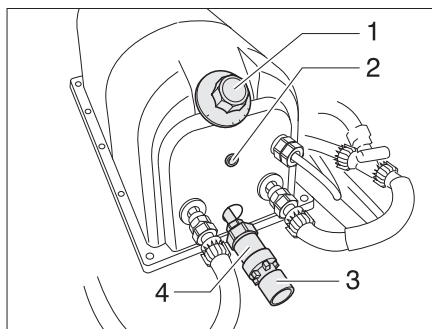

Fig. 129 Chauffe-eau Reich
Le chauffe-eau fonctionne avec 230 V. Le chauffe-eau chauffe environ 5 litres d'eau. Le régulateur (Fig. 129,1) du chauffe-eau permet de régler la température de l'eau. L'eau ne peut pas être chauffée à plus de 80 °C.
- Régler la température désirée sur le régulateur de température (Fig. 129,1). Le voyant de contrôle (Fig. 129,2) s'allume pendant la mise en température.
- Faire tourner le régulateur de température (Fig. 129,1) jusqu'au repère "I" dans le sens inverse des aiguilles d'une montre.
- Régler la température désirée sur le régulateur de température (Fig. 129,1).
- Ouvrir l'évacuation de l'eau sur la soupape de surpression (Fig. 129,4). Faire tourner le bouton rotatif rouge (Fig. 129,3) dans le sens inverse des aiguilles d'une montre.